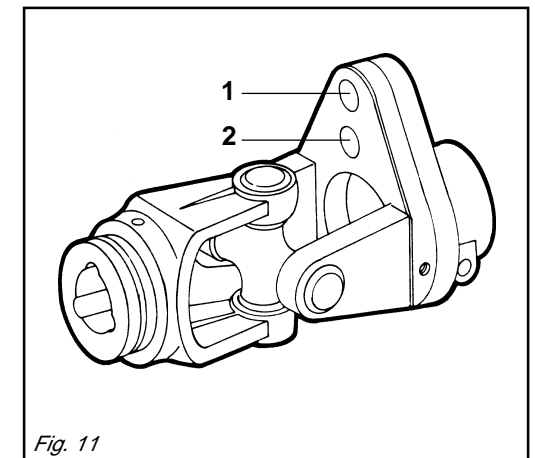

Fig. 11
Se tale bullone è inserito nel foro (2 Fig. 11) e si trancia ripetutamente, è consigliabile montarlo nel foro (1 Fig. 11).
*If the bolt, inserted in hole (2 Fig. 11), shears repeatedly, then we recommend inserting it in the hole (1 Fig. 11).*
kräftigen Hindernissen diese Mutter-schraube durchtrennt, muß sie durch eine neue gleicher Maße und gleichen Materials ersetzt werden. Wenn diese Mutter-schraube in Öffnung (2 Fig. 11) eingefügt ist und sich wiederholt durchtrennt, raten wir sie in Öffnung (1 Fig. 11) zu montieren.
*boulon se casse, le remplacer par un boulon neuf aux mêmes dimensions et matériau. Si ce boulon est introduit dans le trou (2 Fig. 11) et se casse maintes fois, on conseille de le monter dans le trou (1 Fig. 11).*